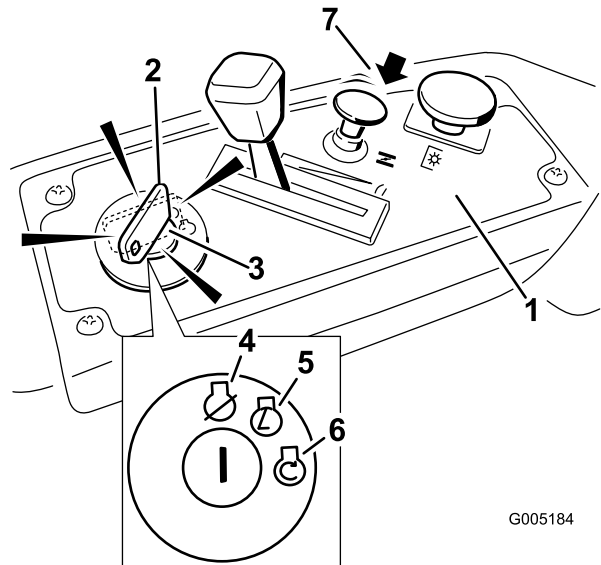

Figura 12
- Gire la llave de contacto a Arranque para activar el motor de arranque. Cuando el motor arranque, suelte la llave (Figura 12).
- Quando el motor haya arrancado, empuje el control del estérter hacia abajo (Figura 12). Si el motor se cala o funciona irregularmente, tire hacia arriba del control del estérter y deje funcionar el motor durante unos segundos. Luego empuje el control del estérter hacia abajo. Repita este procedimiento tantas veces como sea necesario.
2. Ponga el acelerador a un punto entre Rápido y velocidad media (Figura 12).